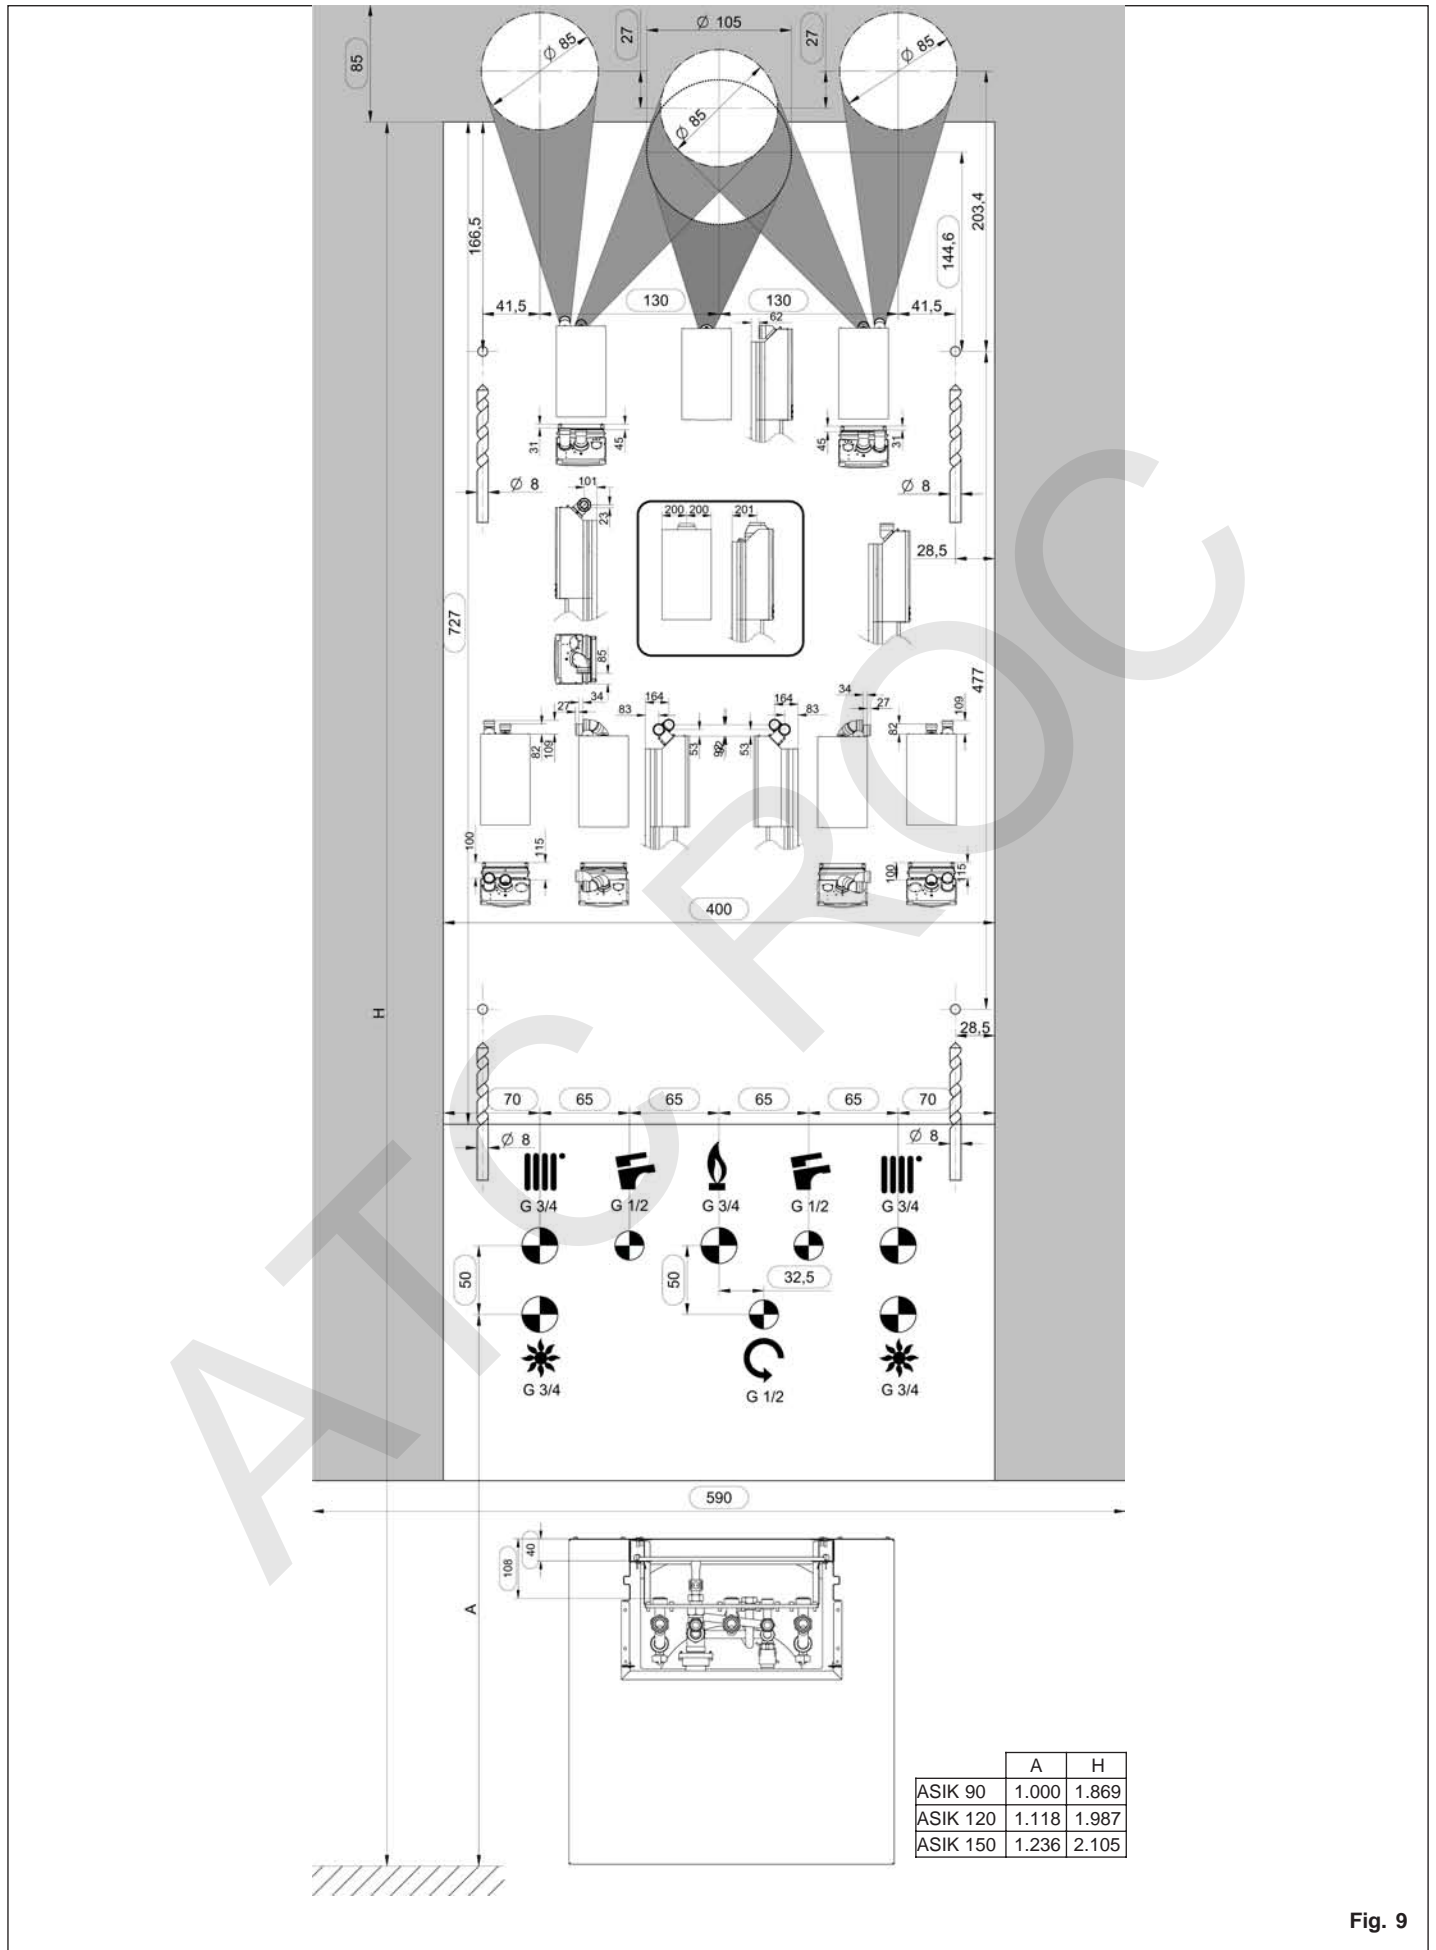

Fig. 9
5. Fijar el conjunto a la pared. Ayudarse de las cotas indicadas en la plantilla de montaje (Fig. 9)
5. Fix it to the wall. Refer to the dimensions shown on the mounting template (Fig. 9).
5. Fixar o conjunto à parede, com apoio das cotas indicadas no escantilhão de montagem (Fig. 9)